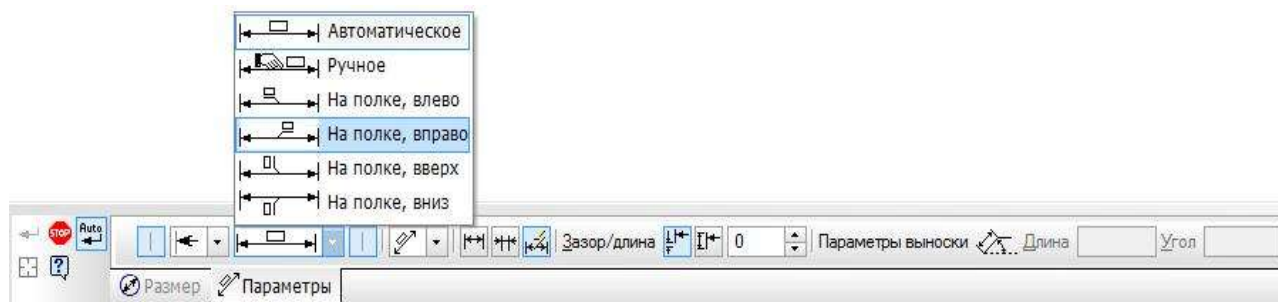

Рис. 4.16. Вкладка Параметры
- На вкладке **Параметры** на **Панели свойств** в поле **Размещение текста** установите **На полке вправо** (рис. 4.16).